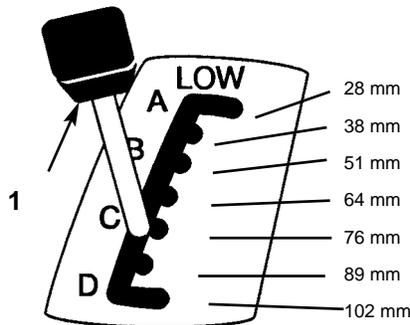

Figure 5
- Tirer et amener la commande de hauteur de coupe (relevage de l'unité de coupe) à la position désirée (Fig. 5).